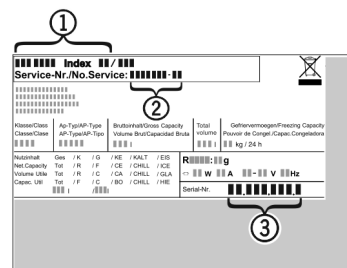

Fig. 11
- ▶ Relever la désignation de l'appareil Fig. 11 (1), le n° de service Fig. 11 (2) et le n° de série Fig. 11 (3) sur la plaque signalétique. Cette plaque se trouve sur la paroi intérieure gauche de l'appareil.
- ▶ Informer le S.A.V. et lui communiquer la panne, la désignation de l'appareil Fig. 11 (1), le n° de service Fig. 11 (2) et le n° de série Fig. 11 (3).